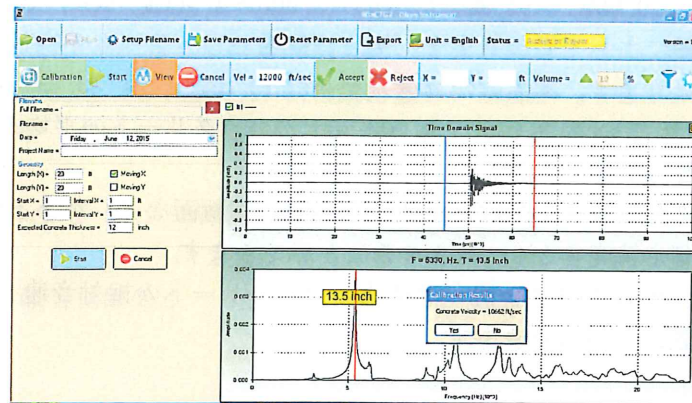

図 4-7 既知の厚さでの音速の校正 (測定結果受入れ画面)
3. 6-12inch (15-30cm) の場所では、測定面に CTG-2 ヘッドを押し当て、CTG-2 ヘッドのハンドルの内側にあるトリガーボタンを押します。インパクトが測定面をたたき、反射波が受波されます。波形フィールドの受波波形があることを確認し、周波数フィールドに一本のピークを持つ周波数解析結果が表示されていれば正常です。ダイアログボックスに表示される音速値を受入れる場合は“Yes” を選択します（図 4-7）。